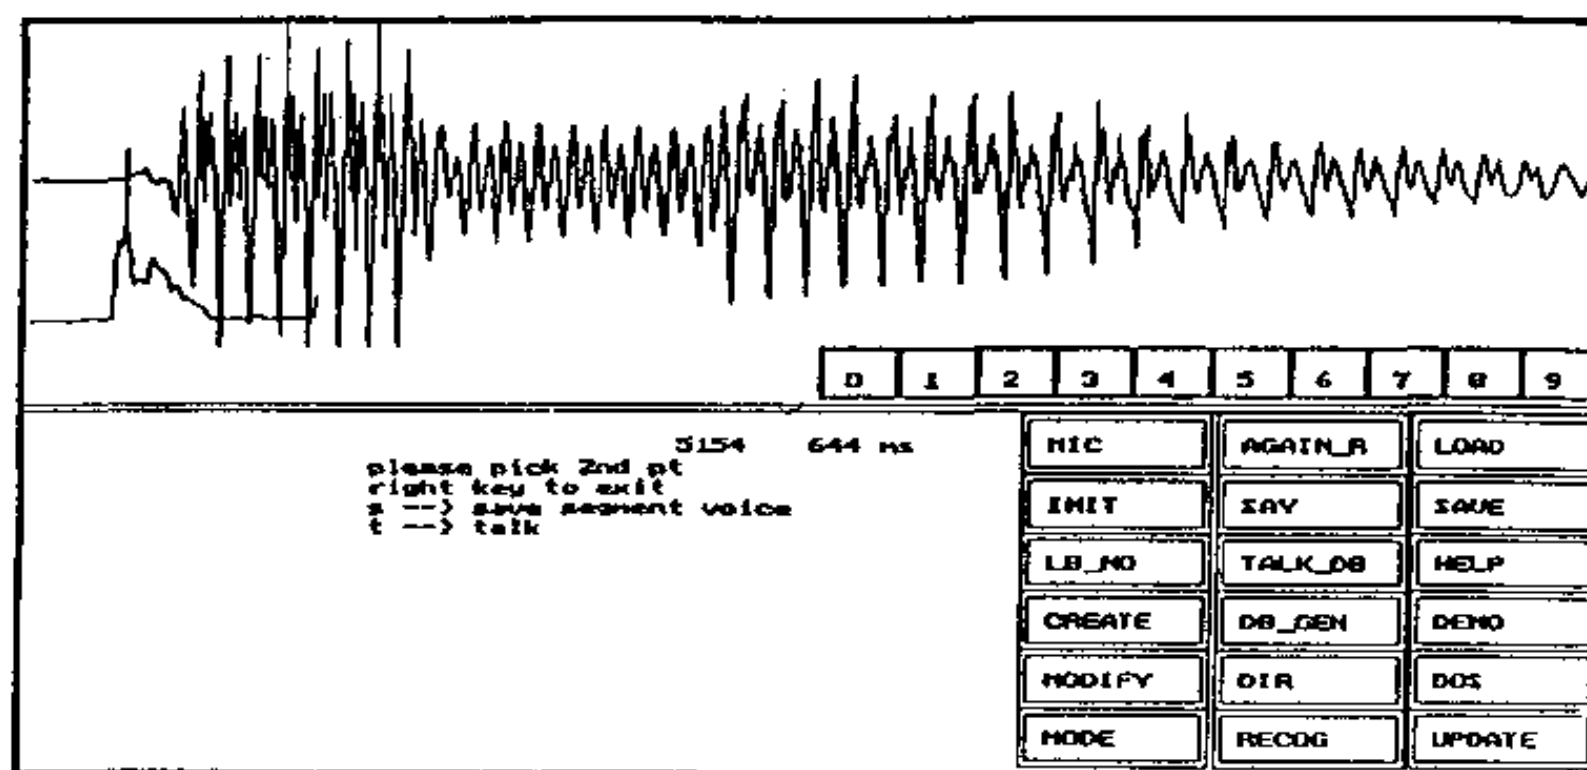

图 14-5 语音波形剪切及放大
- 步骤 2：移动鼠标到语音波形的前端位置单击鼠标左键，再移动鼠标到波形的末端位置，再次单击鼠标左键，可以将整段语音剪切下来，系统将此范围内的语音重播，同时波形予以放大，执行结果如图 14-5 所示。此时可以按下“s”键，对所分离出来的语音数据进行保存，按下“t”键，再次播放声音。